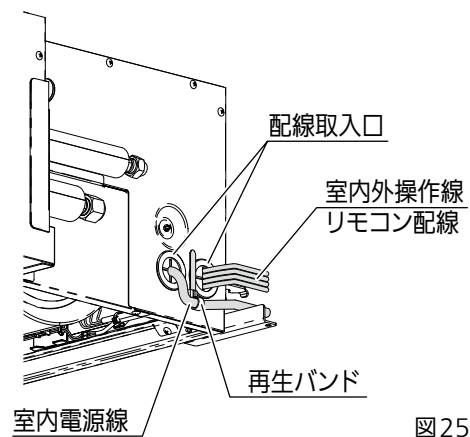

図25
- 配線取入口は、ユニット本体側面の冷媒配管側にあります。(図25)